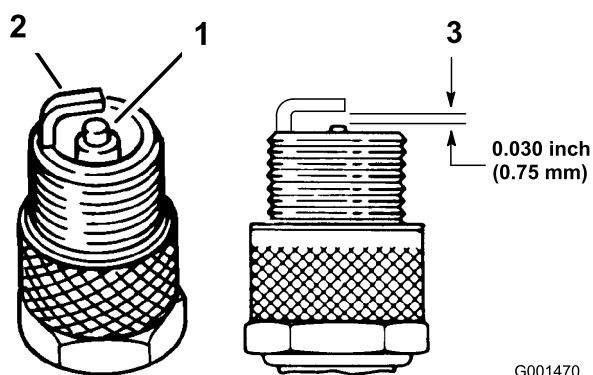

Figure 28
3. Contrôlez l'écartement entre l'électrode centrale et l'électrode latérale (Figure 28). Courbez l'électrode latérale (Figure 28) si l'écartement est incorrect.
3. Connectez les bougies (Figure 28).
1. Examinez le centre des bougies (Figure 28). Si le bec de l'isolateur est recouvert d'un léger dépôt gris ou brun, le moteur fonctionne correctement. S'il est couvert d'un dépôt noir, c'est généralement signe que le filtre à air est encrassé.